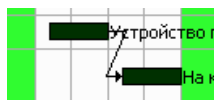

Рис.3.21. Связь «Конец-Начало» на диаграмме Гантта.
3. По умолчанию будет создана связь типа «Конец - Начало» (рис. 3.21) (подробнее о доступных типах связей см. в разделе 4.2. Сетевая диаграмма).